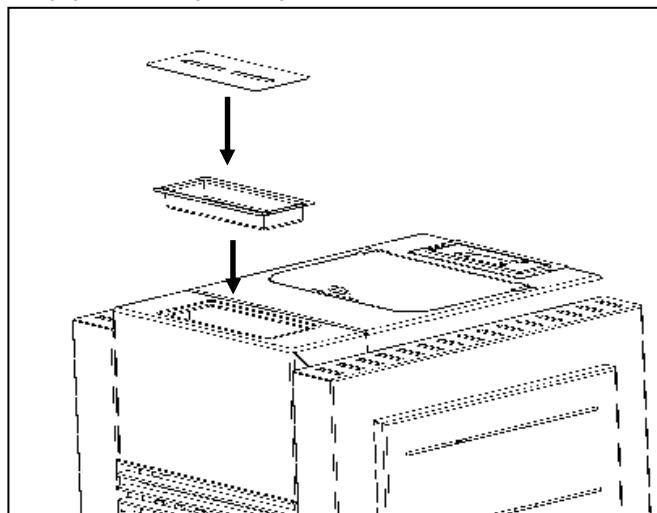

Figura 71 - Colocação humidificador no equipamento
v) Para concluir a assemblagem do equipamento, introduzir o humidificador **(7)** e a respetiva tampa **(8)** pela sequência apresentada na Figura 71 no topo do frontal superior de acabamento.